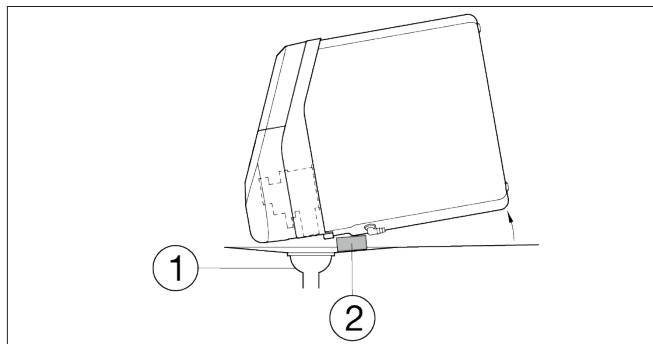

Fig. 40
6. Poser un morceau de planche ou de bois de 5 cm d'épaisseur près de l'évacuation au sol (voir Fig. 40).